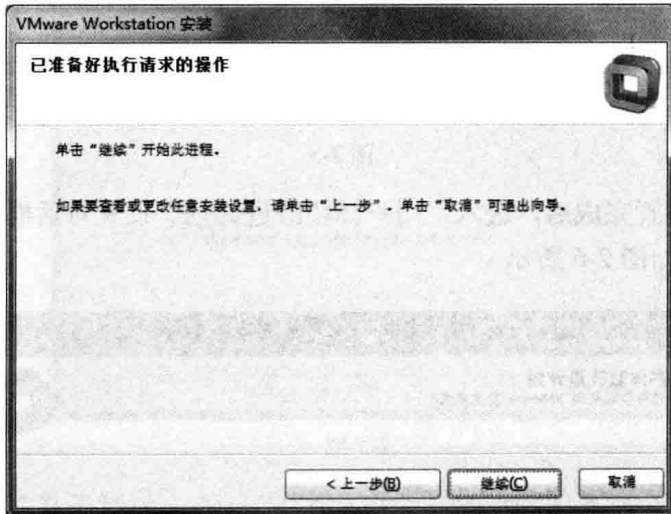
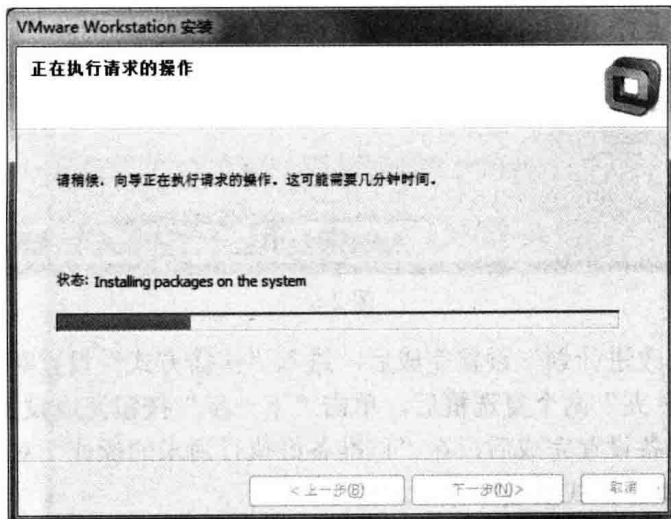

图 2-8
图 2-9
(8) 安装前的准备设置完成后, 在“已准备好执行请求的操作”对话框中单击“继续”按钮继续安装操作, 执行正式安装操作, 如图 2-8 所示。
(9) 单击图 2-8 中的“继续”按钮后正式开始安装, 如图 2-9 所示。